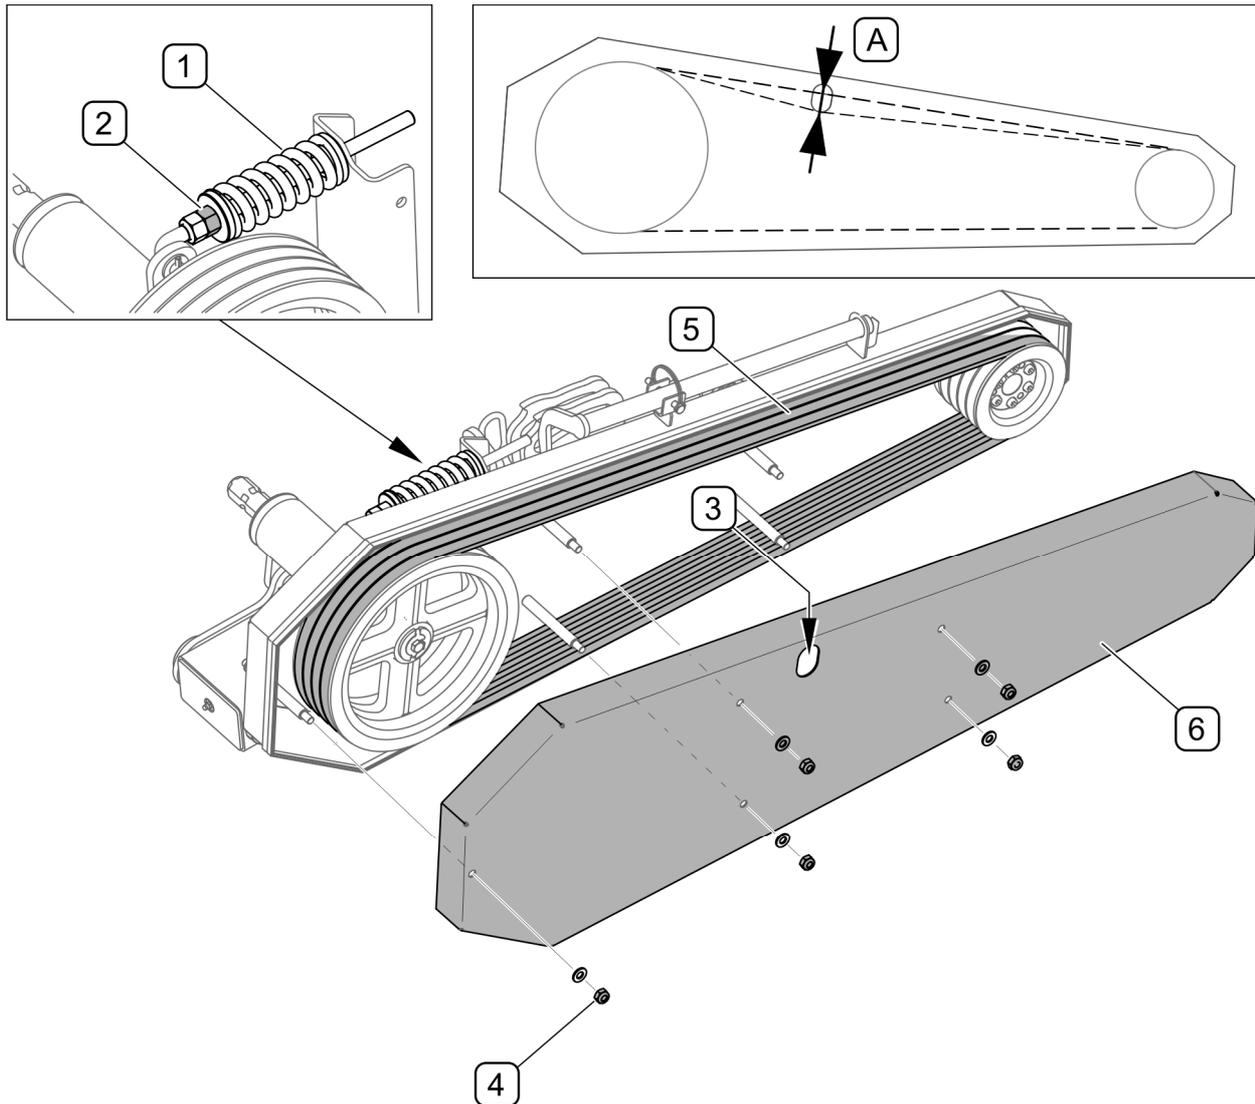

FIGURE 5.5 Contrôle et réglage de la tension des courroies trapézoïdales
L'entretien du système de transmission d'entraînement implique une inspection périodique, un réglage et un éventuel remplacement des courroies trapézoïdales. Le contrôle des courroies trapézoïdales (FIGURE 5.5) consiste à vérifier la tension de la courroie à travers le trou de contrôle (3). La flèche (A) de la courroie trapézoïdale mesurée dans le trou d'inspection (3) du boîtier ne doit pas dépasser 30 mm. La tension est vérifiée individuellement pour chaque courroie. Si la longueur des courroies diffère légèrement, réglez la tension de la courroie la plus courte. La tension de la courroie peut être modifiée à l'aide de l'écrou (2) du tendeur à ressort (1).
En cas d'endommagement de l'une des courroies, il est recommandé de remplacer l'ensemble des courroies. Pour remplacer les courroies trapézoïdales, desserrez le tendeur à ressort (1), dévissez les écrous (4) et retirez le couvercle (6). Après avoir remplacé les courroies, installez le couvercle (6) et réglez leur tension (FIGURE 5.5).